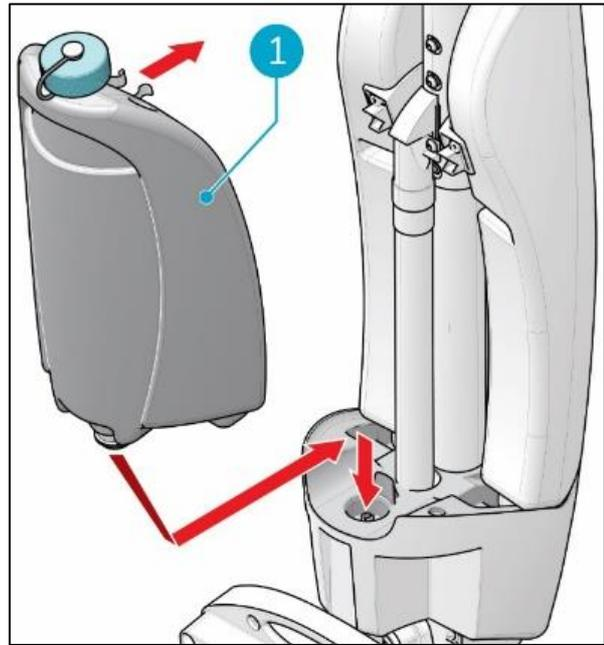

Figure 13
5. Placer le réservoir sur l'i-mop XL basic avec la valve en premier (Figure 13, pos 1).